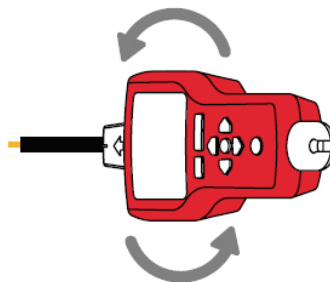

Figura 4.10c
6. Para comprobar la dirección del cable, gire periódicamente el receptor 90 grados. La intensidad de señal será más alta cuando esté alineado con la marca del sensor de punta. (consulte la Figura 4.10c).